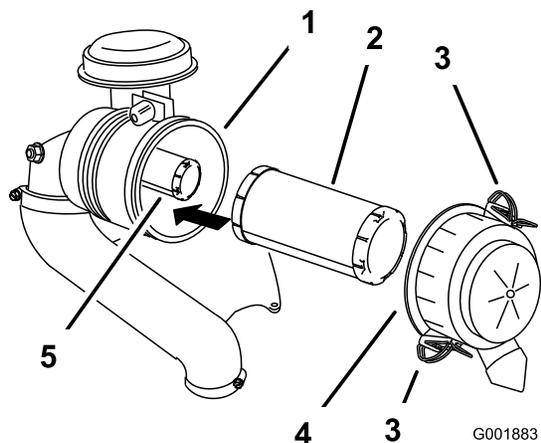

Figura 37
4. Liberte os trincos do filtro de ar e empurre a cobertura do filtro de ar para fora do corpo do filtro (Figura 37).
6. Empurre suavemente o filtro primário para fora do corpo do filtro de ar (Figura 37).
2. Se substituir o filtro interior, deslize-o cuidadosamente para o corpo do filtro (Figura 37).
3. Deslize cuidadosamente o filtro principal sobre o filtro interior (Figura 37).
4. Volte a montar a cobertura do filtro e fixe os trincos (Figura 37).